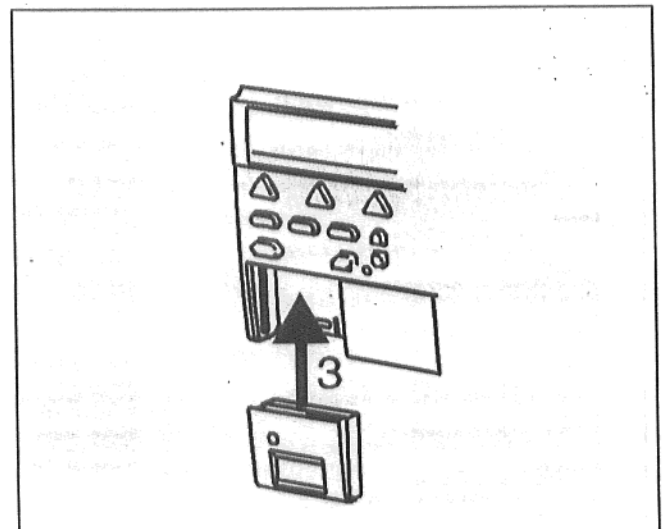

Abb. 8
- Schieben Sie das Modul in den Steckplatz (Abb. 8).